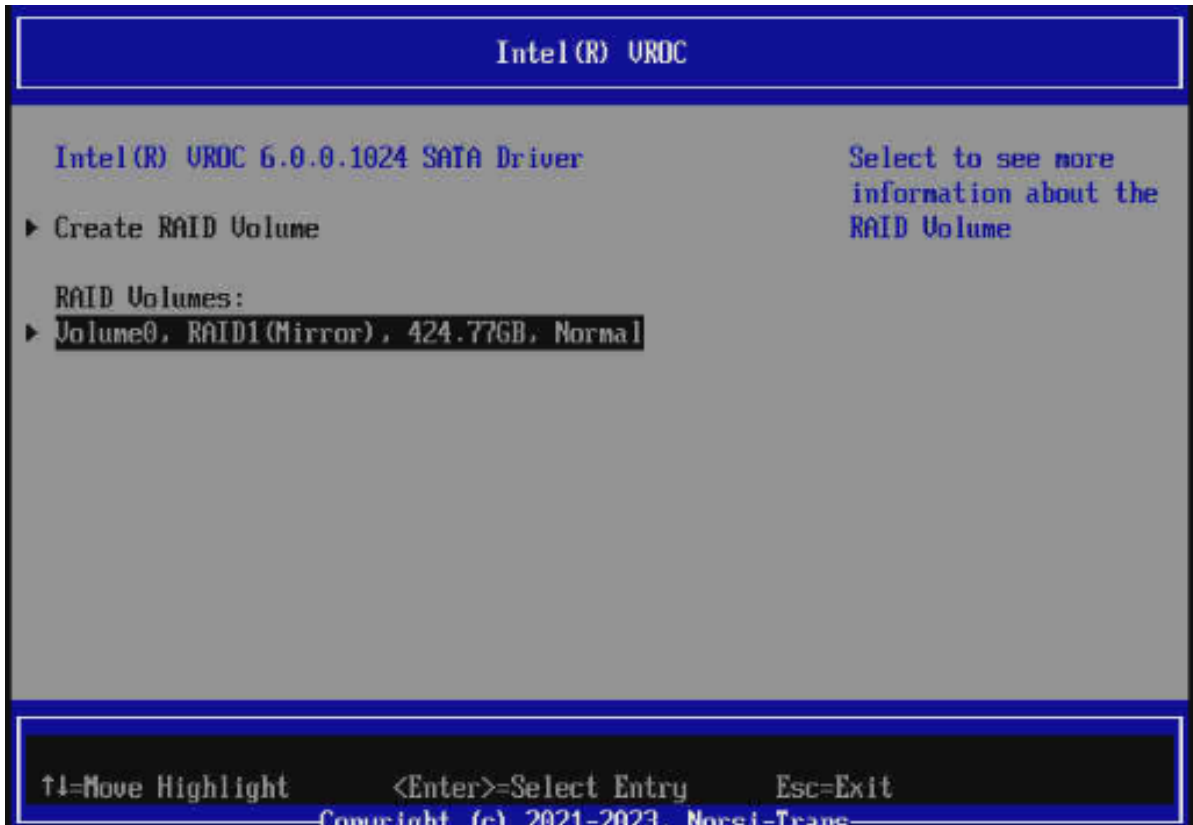

Рис. 84. Меню Intel (R) VROC с готовым массивом
9) После проделанных действий сохраняем конфигурацию нажатием кнопки «F10». Окно показано на рис. 84 Меню Intel \(R\) VROC с готовым массивом